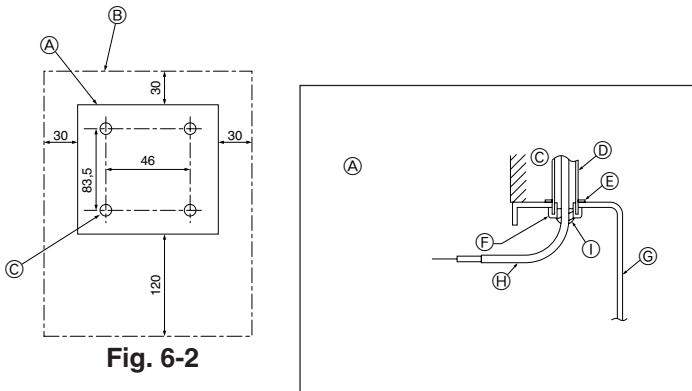

Fig. 6-2
(1) Выберите место установки пульта дистанционного управления. (Fig. 6-2)